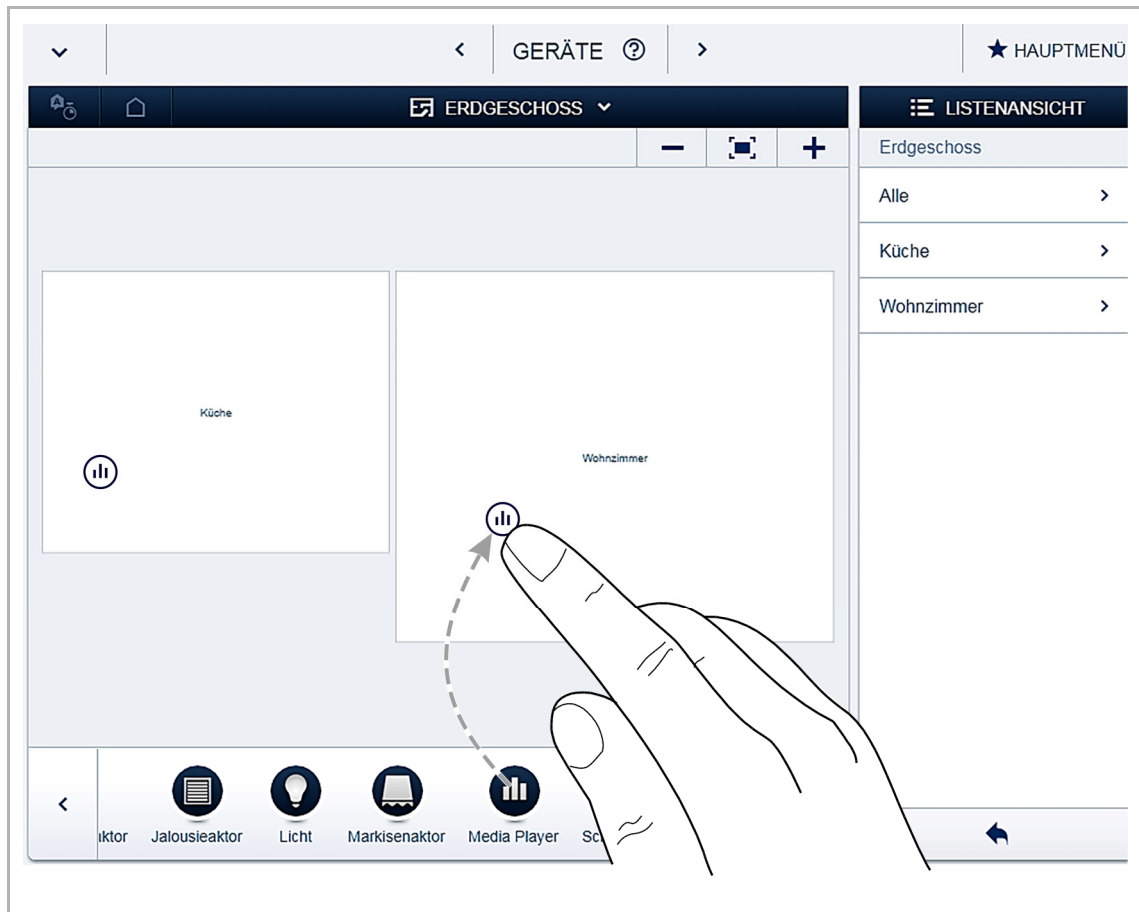

Abb. 114: Sonos Speaker zu Räumen zuordnen
2. Im Menü „Geräte“ die Sonos Speaker (Media Player) zu Räumen zuordnen, siehe Abb. 114.